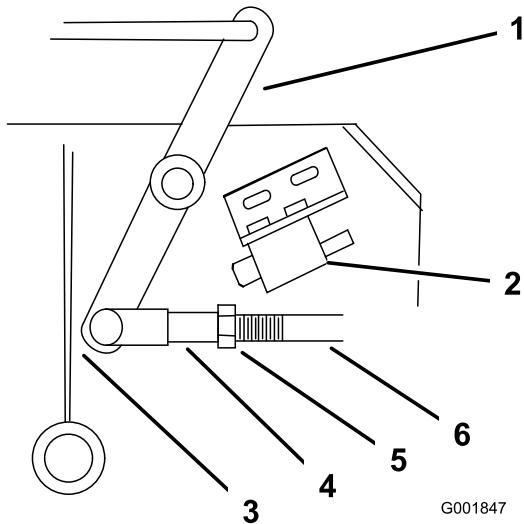

Figura 45
- Ajuste la longitud del acoplamiento hasta que el extremo inferior de la palanca acodada casi roce el refuerzo del soporte del eje (Figura 45).
9. Afloje la tuerca de la horquilla (Figura 45).